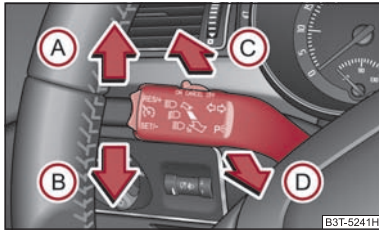

Fig. 52 Maneta de acționare a luminilor de semnalizare și a luminii de drum
- Apăsați maneta în sus (A) ⇒ fig. 52, respectiv în jos (B).